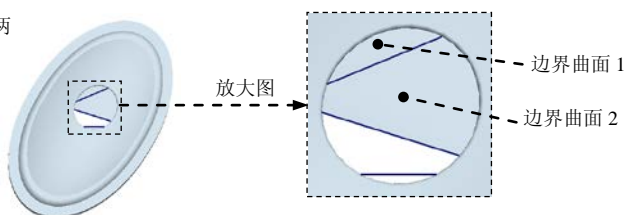

图 21.20 创建面组 12
(1) 按住 **Ctrl** 键，选取要合并的两个曲面（边界曲面 1 和边界曲面 2），如图 21.20 所示，然后单击 **模型** 功能选项卡 **修饰符** ▾ 下拉菜单中的 **合并** 按钮，系统弹出“合并”操控板。
(2) 单击按钮 ，预览合并后的面组。
(3) 确认无误后，单击 **✓** 按钮。